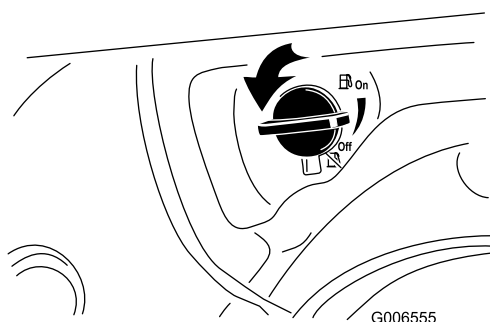

Figure 22
2. Ouvrez le robinet de carburant en le tournant de 1/4 de tour dans le sens antihoraire (Figure 22).